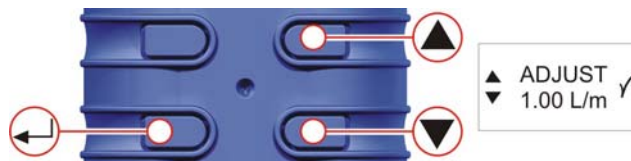

Figure 24 Écran d'ajustement (réglage bas)
J. CALIBRAGE DU POINT DE RÉGLAGE BAS (fig. 24)